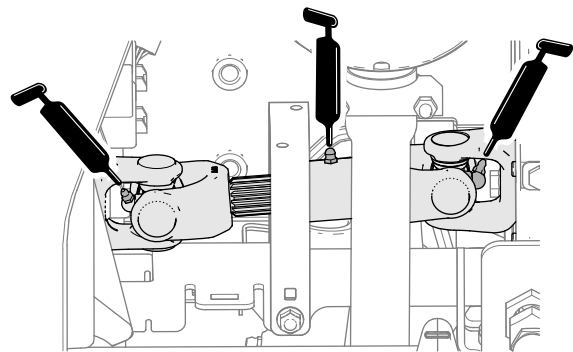

Figura 104
- Articulația cardanică a arborelui de transmisie al pompei (3) (Figura 104)